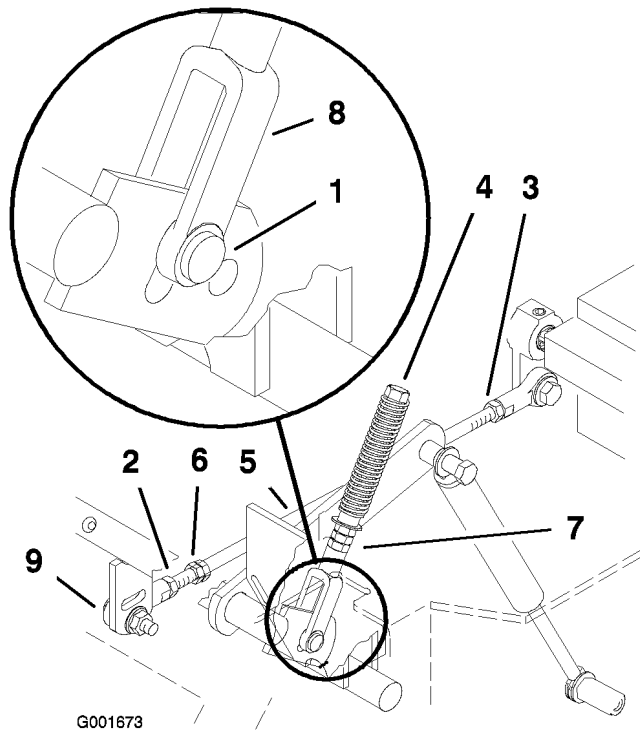

Figura 53
- Tire hacia atrás de la palanca hasta que el pasador (en el brazo debajo del eje pivotante) entre en contacto con el extremo de la ranura (empezando justo a tensar el muelle) (Figura 53).
8. Si es necesario un ajuste, afloje la tuerca y la contratuerca contra la horquilla (Figura 53).
10. Apriete la tuerca y la contratuerca (Figura 53).